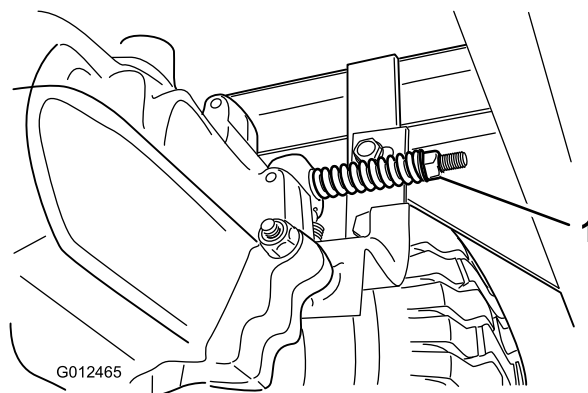

Bild 34
Die Bremse befindet sich an der rechten Seite der Hinterachse im Hinterreifen (Bild 34).
3. Drehen Sie die Einstellmutter der Bremse nach rechts, bis Sie die Maschine nicht mehr schieben können (Bild 34).